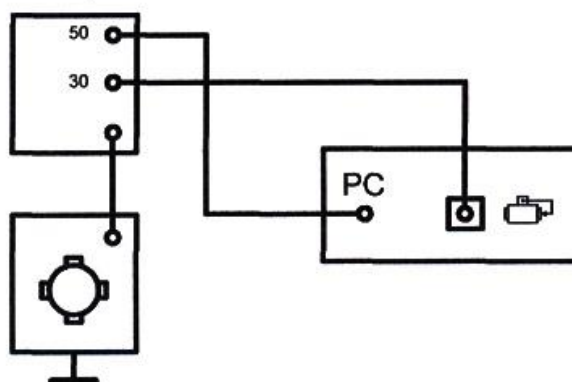

Рис. 2.11. Схема включения стартера при проверках в режиме полного торможения
- подсоединить стартер по схеме (рис. 2.11);